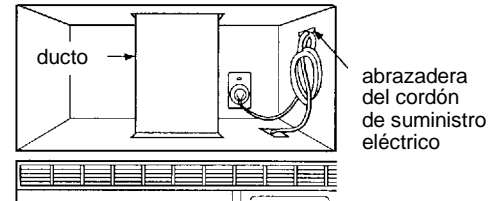

Figura 34
6. Instalación para ventilación por el techo: Instale los ductos a través de la abertura de ventilación en el gabinete superior. Termine el sistema de ventilación a través del techo de acuerdo con el método que se necesita. Vea la Figura 34. Vea PREPARACIÓN DEL SISTEMA DE VENTILACIÓN, PASO 2. Use una pistola de calafateo para sellar la abertura del techo de alrededor de la tapa del escape. Vea la figura 6.
7. Use la abrazadera del cordón eléctrico para amarrar el cordón. Instale la abrazadera del cordón eléctrico, usando un tornillo como se muestra en la Figura 34, al interior del gabinete.